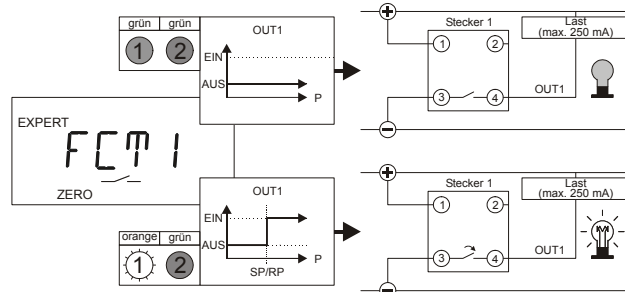
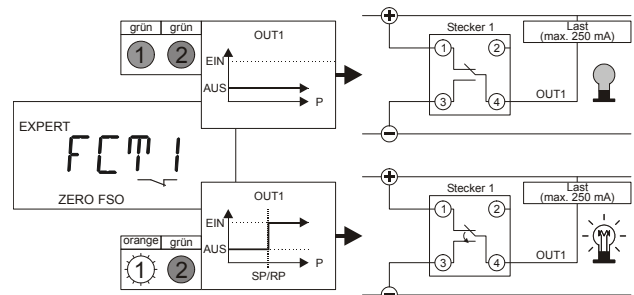

Abb. 5. OUT1 als Low-Side schaltender Schließer
Abb. 12. OUT1 als invertierter Push-Pull-Schalter mit Last gegen Spannungsversorgung
- Mögliche Konfigurationen von z.B. OUT1 sind in Abb. 5 bis Abb. 12 dargestellt.